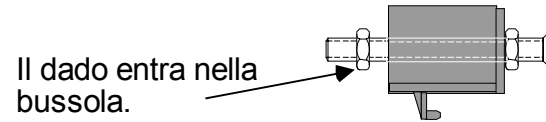

Figura 2-1. Montaggio dell'assieme bussola
3. Avvitare un dado su ciascuna vite. Inserire una vite in ciascuna bussola di montaggio. Avvitare un secondo dado su ciascuna vite, come si vede nella figura 2-1.